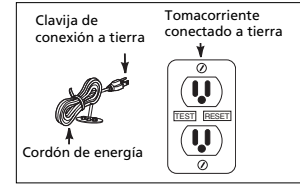

Figura 3
9. Inserte el enchufe del cordón del interruptor de flotación directamente en un tomacorriente de 120 V. (Ver Figura 3).